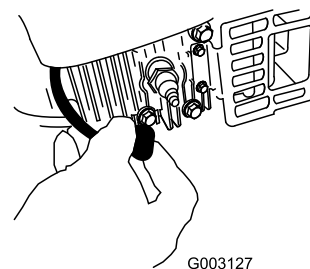

Bild 41
2. Ziehen Sie das Zündkabel von der Zündkerze ab, bevor Sie Wartungsarbeiten ausführen (Bild 41).